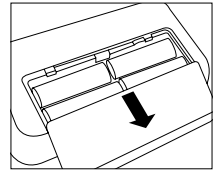

Abb. 1
■ Öffnen Sie die Batterieabdeckung auf der Geräteunterseite (siehe Abb. 1). Setzen Sie die Batterien (siehe Kapitel 13 „Technische Daten“) ein. Achten Sie dabei auf die richtige Polarität („+“ und „-“) beim Einlegen. Schließen Sie den Batteriedeckel wieder. Das Gerät schaltet automatisch in die Datum-/ Zeitfunktion und bei der ersten Anwendung wird die Zahl „31“ als Tag und die Zahl „12“ als Monat im Display angezeigt. Das eingestellte Datum ist somit der 31. Dezember. Stellen Sie nun, wie untenstehend beschrieben, Datum und Uhrzeit ein.